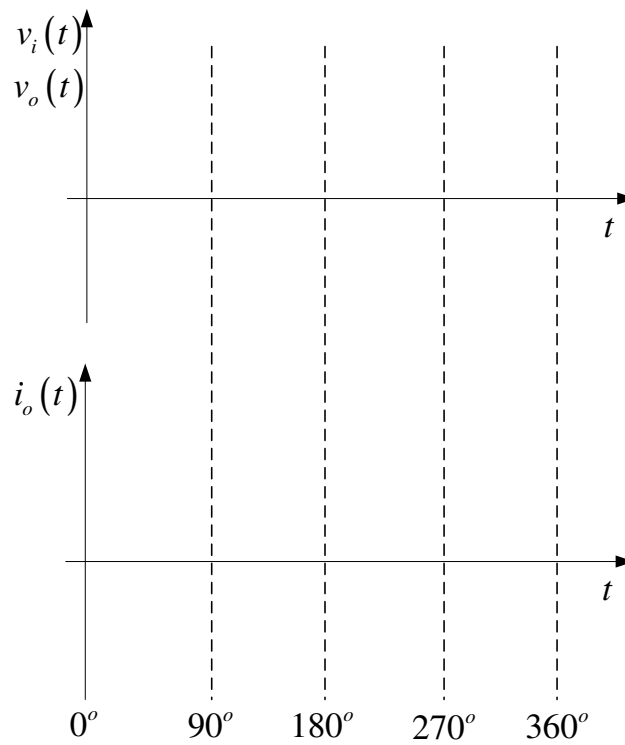

Figura 4 – Principais formas de onda do retificador monofásico não-controlado com filtro capacitivo.
**Questão 3)** Esboce as formas de onda observadas no osciloscópio na figura 4.